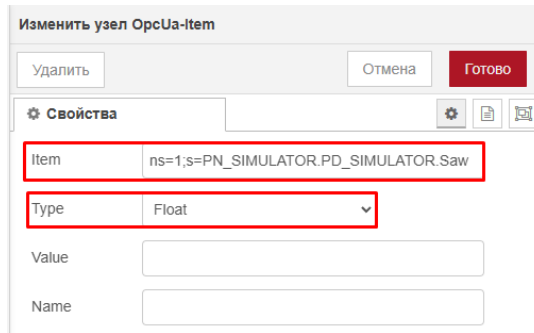
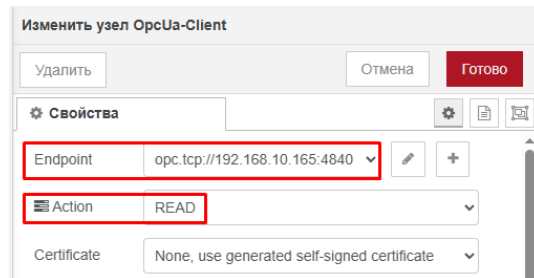

Рис. 3.34. Окно настроек узла OPC UA-Item
Рис. 3.35. Окно настроек узла OPC UA Client
2. В окне настроек узла OPC UA-Item задайте: идентификатор узла (Item) в формате ns=1;s=PN_SIMULATOR.PD_SIMULATOR.Saw и тип данных (см. рис. 3.34). Информация об идентификаторе узла отображается в поле nodeId (см. рис. 3.35).
3. В окне настроек узла OPC UA Client задайте адрес вашего сервера OPC UA и установите действие на READ (см. рис. 3.35).